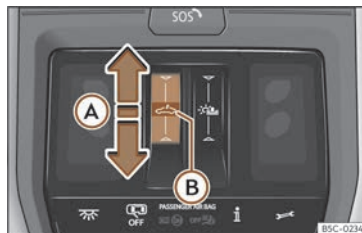

Fig. 89 Pe plafon: buton plafon din sticlă.
- Mișcarea automată: treceți cu degetul înapoi peste zona funcțională ☞ >>> fig. 89 (A).
• Înainte cu aproximativ 5 secunde de activarea funcției antiprindere, treceți cu degetul înainte peste zona funcțională  >>> fig. 89 Ⓐ și țineți apăsat până când trapa se închide complet.